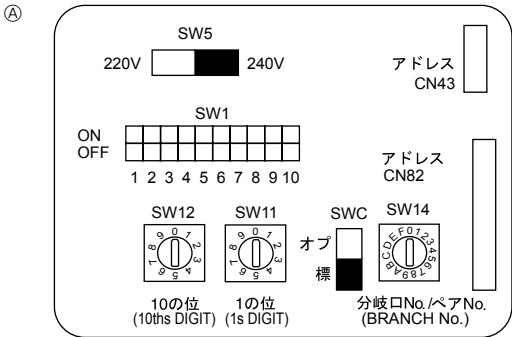

Fig. 4-4
- ① Commande à distance MA
- ② Commande à distance M-NET
4.5. Configuration des adresses (Fig. 4-4)
- ① Comment définir les adresses
- ② Comment définir les numéros des ramifications SW14 (série R2 seulement)
4.6. Détection de la température ambiante à l'aide du capteur intégré de la commande à distance (Fig. 4-4)